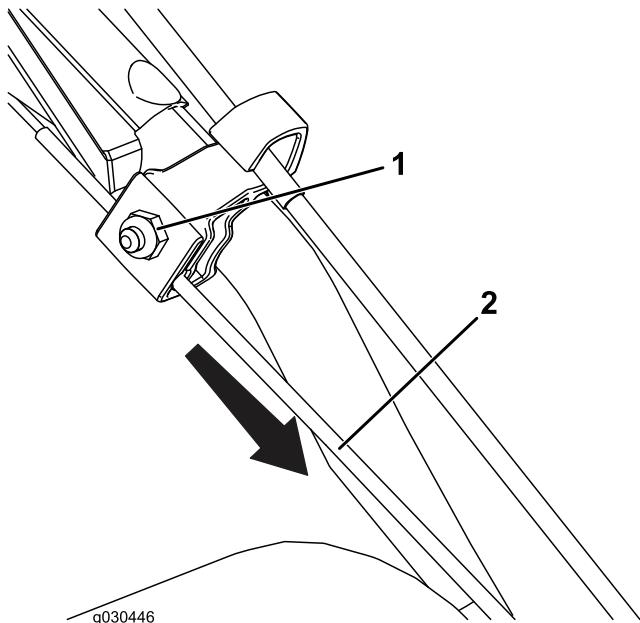

Figura23
- Slăbiți piulița de pe clema de cablu superioară, însă nu o înălăturați (Figura23).
| 2. Trageți cablul în jos pentru a tensiona cablul (Figura23). | |
- Strângeți piulița (Figura23).